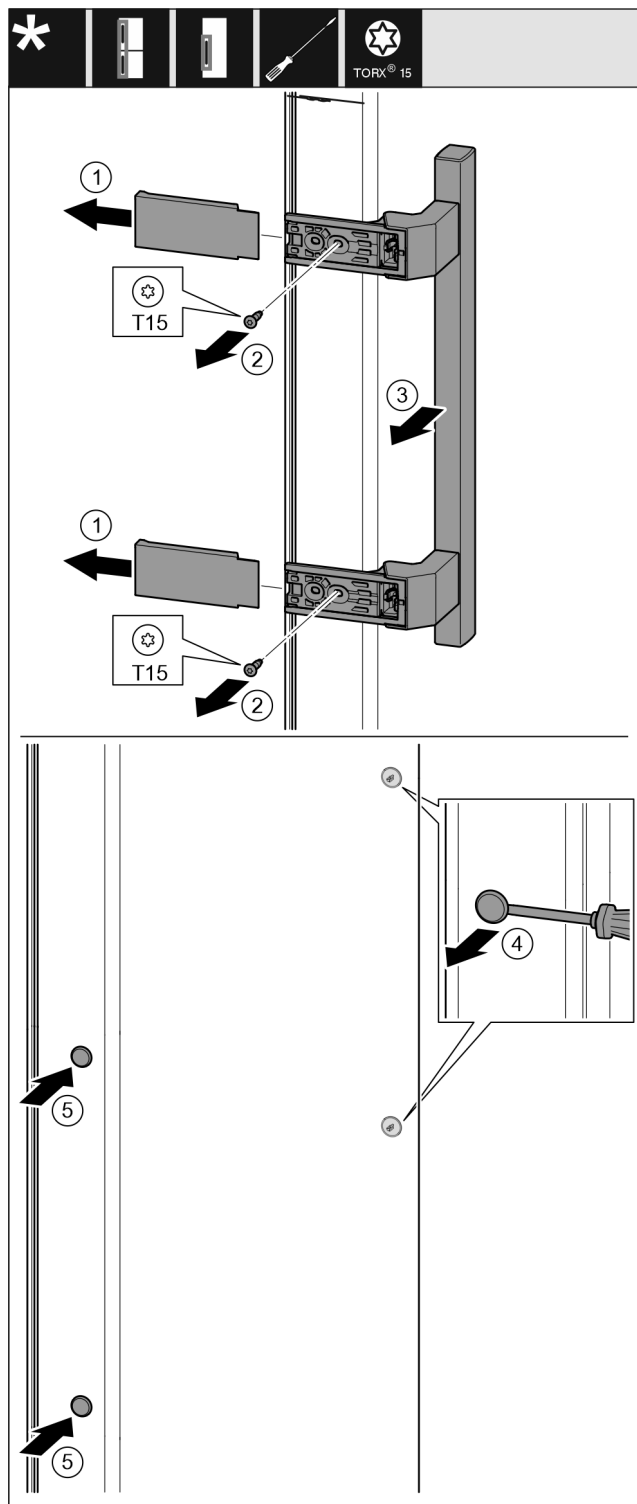

Fig. 14
- Stiahnite kryt. Fig. 14 (1)
- Skrutkovačom Torx 15 vyskrutkujte skrutky. Fig. 14 (2)
- Odoberte držadlo. Fig. 14 (3)
- Plochým skrutkovačom opatrne nadvihnite a vyberte bočnú zátku. Fig. 14 (4)
- Zátку opäť nasadte na druhú stranu. Fig. 14 (5)